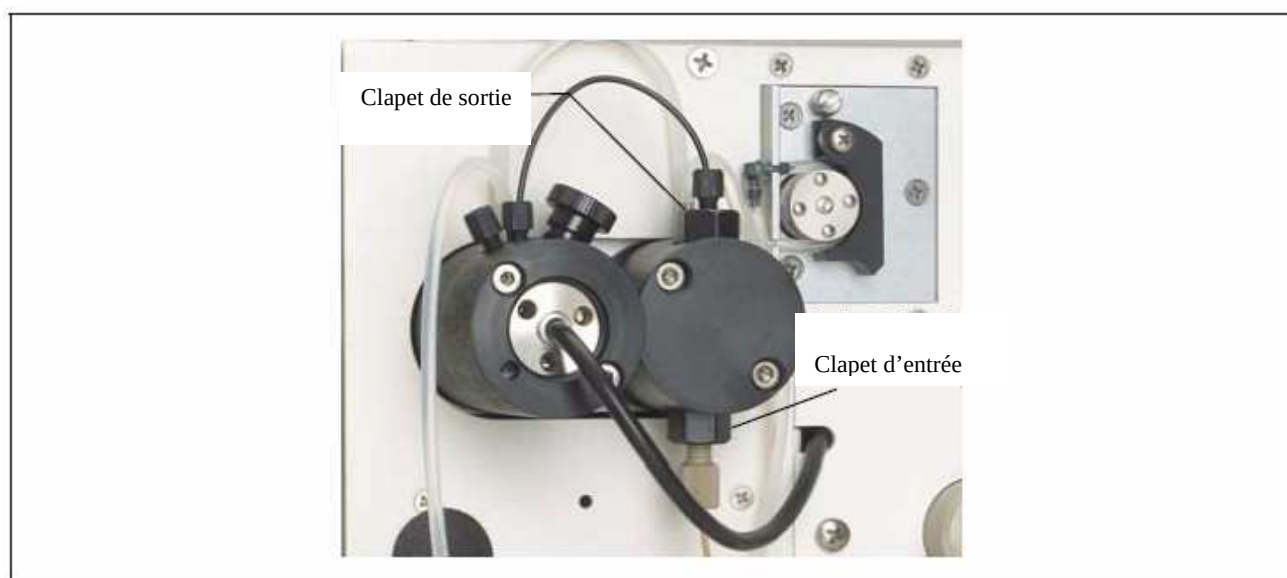

Figure 9.2. Clapets de la DP/SP.
3. Ouvrir la porte frontale de la DP/SP pour accéder aux composants mécaniques. Les clapets sont installés sur la tête de pompe primaire (voir figure 9.2).